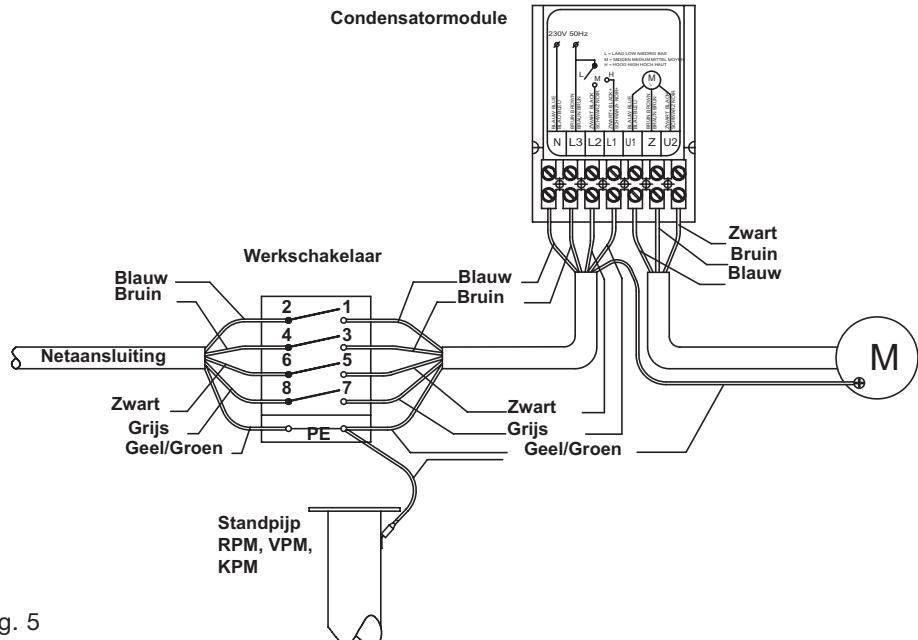

fig. 5
- 4 Verwijder de draad (grijs) bij aansluiting "L1" en plaats deze bij "U1" in de aansluiting, (zie schema fig. 5).
(schema fig. 5).